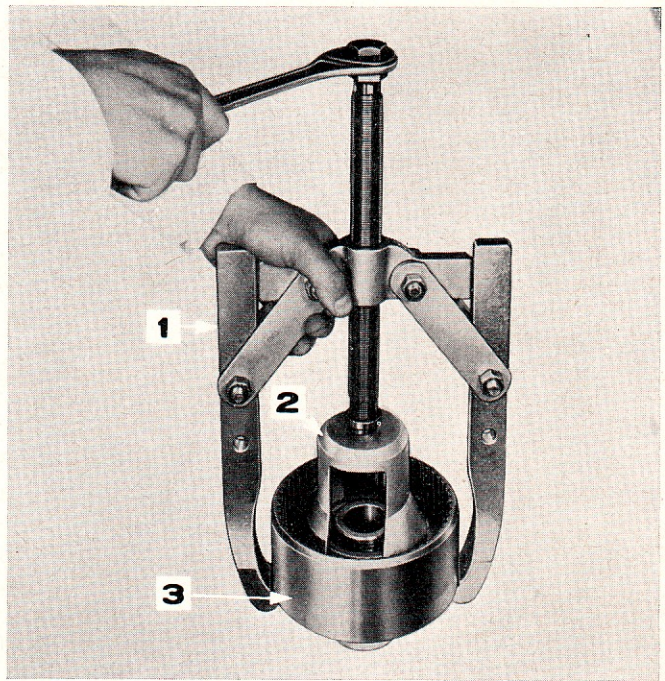

Figure 25: Compression du ressort de rappel du piston d'embrayage
7. A l'aide des outils No. N775, 1003 et d'un adaptateur à épaulement approprié, comprimer le ressort de rappel du piston (Figure 25) et extraire son frein. Déposer la cuvette et le ressort.